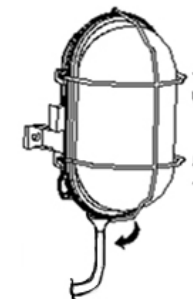

fig. 6
**fig. 6:** Place the glass dome and fold up the short wire brackets, then snap the long wire bracket in the middle position. Pay attention to the correct fit of the seals.
**Bild 6:** Die Glaskuppel aufsetzen und die kurzen Drahtbügel hochklappen, dann den langen Drahtbügel in der Mittelposition einrasten. Achten Sie auf den richtigen Sitz der Abdichtungen.